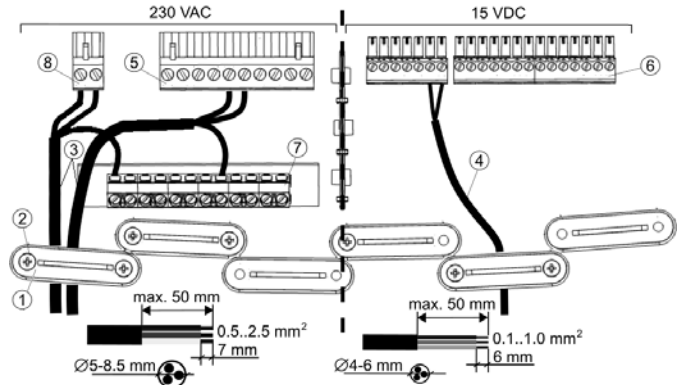

Abb. 10: Anschluss der Kabel an den Heizungsregler
- ➔ Beachten Sie die Trennung des Bereichs mit Spannung 230 V an Stecker ⑤ sowie Stecker ⑧ und des Bereichs mit Kleinspannung an Stecker ⑥.
- ➔ Stellen Sie die elektrischen Anschlüsse gem. Abb. 10 her.
Legende zu Abb. 10: